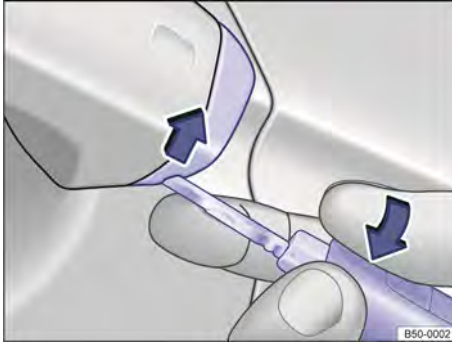

Fig. 58 Manilla de la puerta del conductor: levantar la caperuza.
- Levantar la caperuza con la llave del vehículo en el sentido de la flecha → fig. 58.